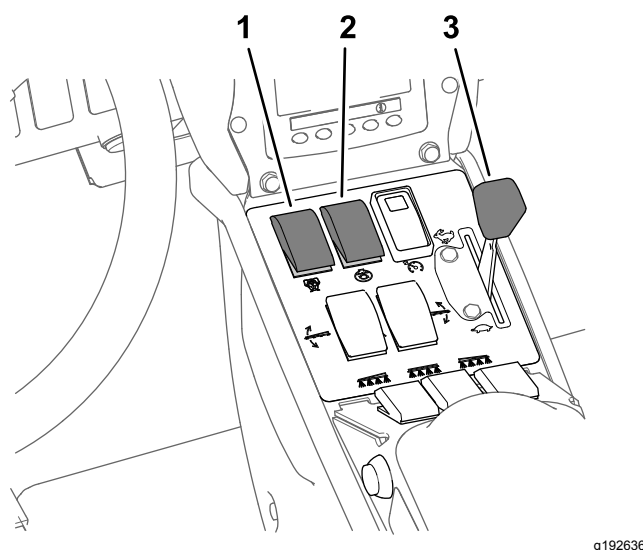

図 30
8. 攪拌スイッチとポンプスイッチを ON 位置にする 図 30。
9. スロットルを高速位置とする 図 30。
注 以下の手順は散布用ポンプが ON 状態であることを前提としています 図 30 散布率モードでの散布 (ページ 30) を参照。
4. 希望する散布に合わせてスロットル位置を調整する 図 30 散布率モードでの散布 (ページ 30) を参照。